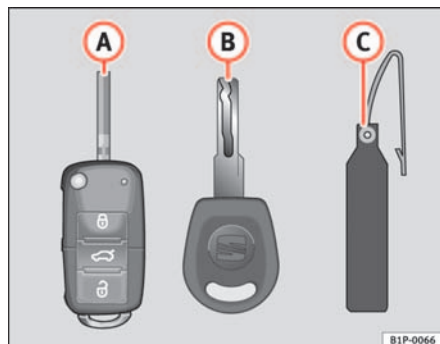

Fig. 63 Set di chiavi
- una chiave a scatto con telecomando ⇒ fig. 63 **A**,
Il codice indicato sulla targhetta ⇒ fig. 63 **B** è indispensabile per poter fare duplicati delle chiavi. Per questo motivo: